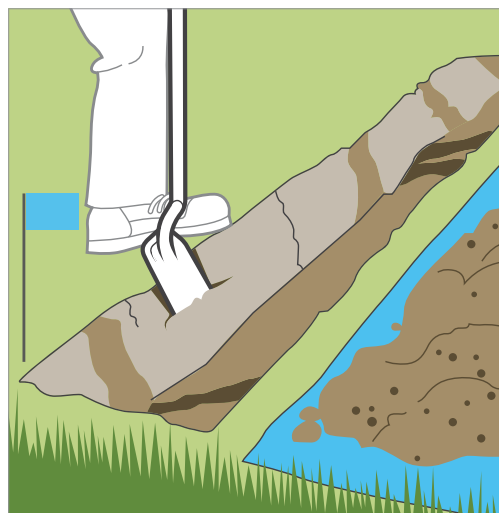

Figure 2
4. Creuser les tranchées : Consultez la législation locale. S'il n'existe aucune législation locale définissant la profondeur de la conduite principale d'arrosage, creusez une tranchée de 25 cm à 30 cm de profondeur (15 à 20 cm pour les conduites secondaires) à la main ou à l'aide d'une trancheuse. Vous trouverez des trancheuses dans la plupart des magasins de location de matériel. *Voir Figure 2.*